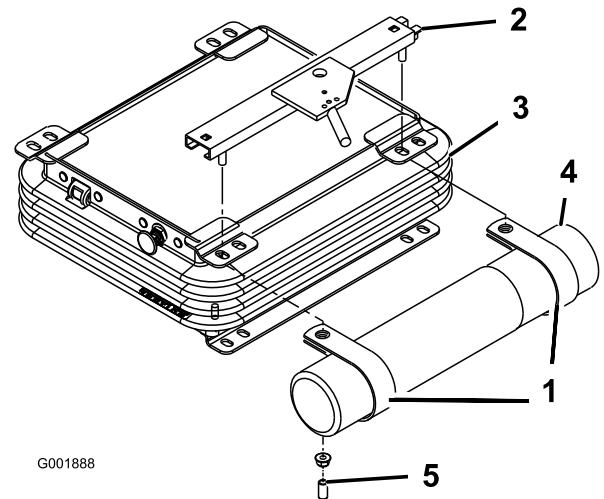

Bild 7
2. Nehmen Sie die beiden Muttern und Plastikkappen (falls vorher montiert) ab, mit denen die obere Sitzhalterung links an der Sitzfederung befestigt ist (Bild 7).
3. Befestigen Sie die R-Klemmen mit den beiden vorher abgenommenen Muttern lose an den Bolzen der Sitzhalterung (Bild 7). Die R-Klemmen müssen unter den Sitzfederungslaschen positioniert sein.
4. Setzen Sie das manuelle Rohr in die R-Klemmen ein und ziehen Sie die Muttern fest (Bild 7).